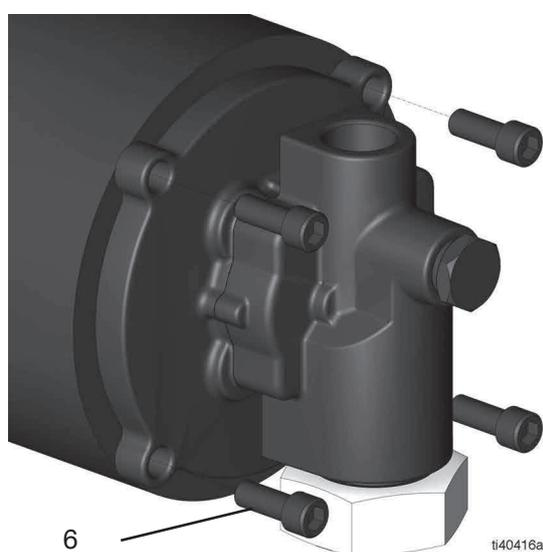

FIG. 8
5. Retire los cuatro tornillos Allen (6) con una llave hexagonal de 8°mm (5/16 pulg.) (FIG. 8).
7. Coloque y apriete los cuatro tornillos Allen (6) con una llave hexagonal de 8 mm (5/15 pulg.) (par de apriete de 27,1 N•m) (consulte la FIG. 8).